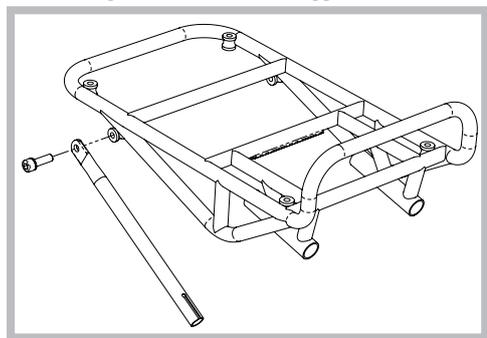

Figure 6
2. Fixez le support du hauban inférieur sur la plateforme du porte-bagages à l'aide d'une vis CHC M5x0,8x16L avec une rondelle captive et une pièce en nylon bleue. Positionnez la fente du support du hauban inférieur de manière à ce qu'elle soit orientée vers l'arrière du porte-bagages (voir la figure 6). Serrez sans serrer la vis M5 x 16L jusqu'à ce que le support inférieur soit fixé au corps du porte-bagages mais tourne librement. Répétez cette étape avec le deuxième support de hauban inférieur.